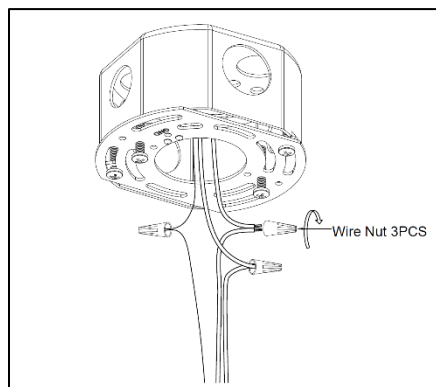

Figura 9
(Consulte la Figura 9)
4. Utilice tuercas para cables (5) para conectar el cable negro de la lámpara al cable negro de la fuente de alimentación y el cable blanco de la lámpara al cable blanco de la fuente de alimentación. (Ver Figura 9).